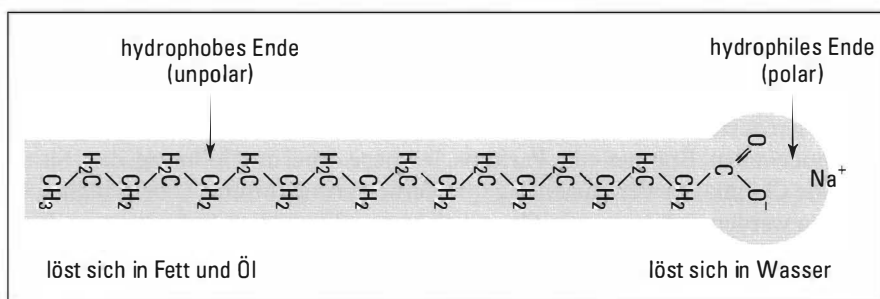
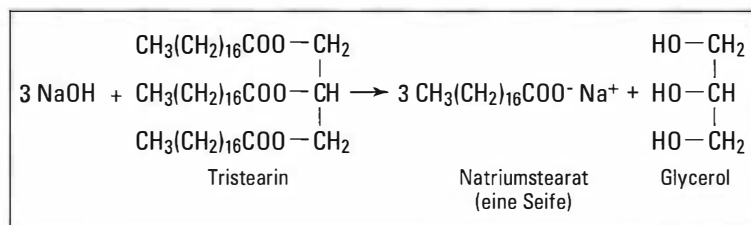

Abbildung 17.1: Ein typisches anionisches Tensid
Abbildung 17.2: Die Herstellung einer Seife durch Verseifung
Bei den Tensiden, die sich auf dem Weltmarkt tummeln, handelt es sich überwiegend um anionische Tenside, weil diese am kostengünstigsten herzustellen sind. Abbildung 17.1 zeigt ein typisches anionisches Tensid.
Seifen sind die wohl ältesten und bekanntesten Tenside. Man hat Seifen schon vor etwa 5000 Jahren verwendet. Die bei der Herstellung von Seifen genutzte organische Reaktion ist die Hydrolyse von Fetten oder Ölen in einer basischen Lösung. Man nennt diese Reaktion auch *hydrolytische Spaltung* von Fetten oder *Verseifung*. Die Produkte dieser Reaktion sind Glycerol und das Salz der Fettsäure. Abbildung 17.2 zeigt die Hydrolyse von Tristearin zu Natriumstearat, einer Seife. (Das ist die gleiche Seife wie die in Abbildung 17.1 dargestellte.)
Detergenzien haben dieselbe Grundstruktur wie die Seife in Abbildung 17.1. Ihr hydrophobes Ende, bestehend aus einer langen unpolaren Kohlenstoffkette, die sich in Fett und Öl löst, ist das gleiche, etwas anders sieht dagegen das hydrophile Ende aus. Anstelle einer Carboxylatgruppe ($-\text{COO}^-$) kann das hydrophile Ende auch aus einer Sulfat- ($-\text{O}-\text{SO}_3^-$), einer Hydroxyl- (OH) oder einer anderen polaren Gruppe bestehen, die zusammen mit hartem Wasser keine Ausfällungen bildet.